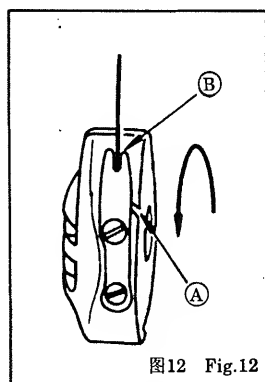

图12 Fig.12
10. 梭心的安装 图12
10. ATTACHING THE BOBBIN Fig.12